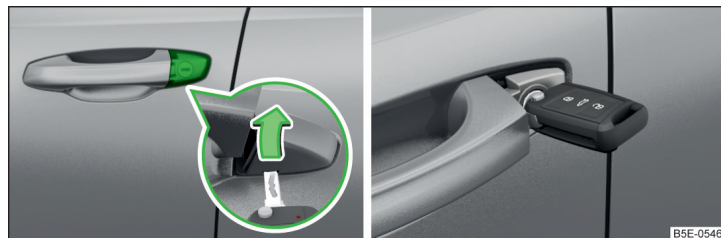

Abb. 221 Griff an der Fahrtür: Schlossabdeckung aufklappen / Schließzylinder mit Schlüssel
- Den Schlüssel in die Aussparung an der Unterseite der Abdeckung einschieben und die Abdeckung in Pfeilrichtung aufklappen » Abb. 221.
- Bei Fahrzeugen mit **Linkslenkung** den Schlüssel mit herausklappbarem Schlüsselbart **mit den Tasten nach oben gerichtet** » Abb. 221 in den Schließzylinder stecken und das Fahrzeug ent-/verriegeln.